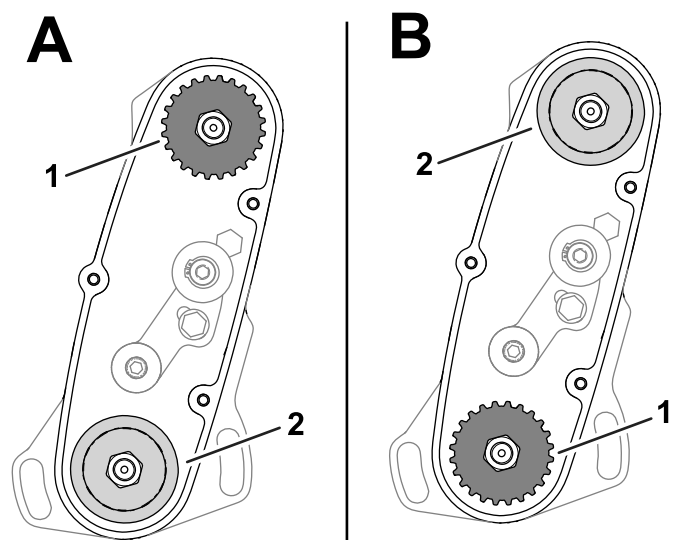

Bild 15
- **HOHE-Stellung:** "A" in Bild 15
- **UNTEN-Stellung:** "B" in Bild 15